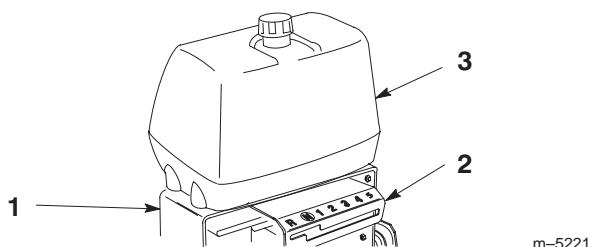

Figure 2
2. Glissez le panneau de commande sur le sélecteur de vitesses et sous la base du bâti arrière (Fig. 2).
| 3. Alignez le réservoir de carburant avec le haut du bâti arrière (Fig. 2). | |